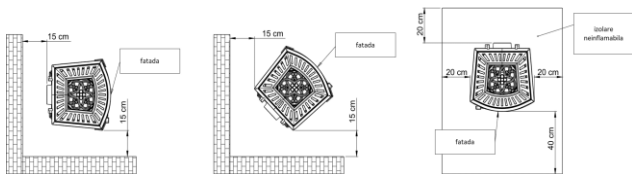

Fig.3. Distanța de siguranță dintre cuptor și piese neinflamabile
• asigurați distanța suficientă necesară pentru curățarea șemineului și a conectorului, soba trebuie să fie așezată pe suprafața neinflamabilă care să se fiela distanța de min. 0,4 m de la soba și de minimum 0,2 m măsurând din părțile laterale și din spatele sobei (a se vedea fig. 3)
• distanța minimă dintre încălzitor față de piesele INFLAMABILE trebuie să fie minimum (vedeți plăcuța nominală /informația tehnică „distanța min. față de piesele inflamabile”), distanța recomandată față de piese NEINFLAMABILE de minimum 15 cm (Fig. 3).